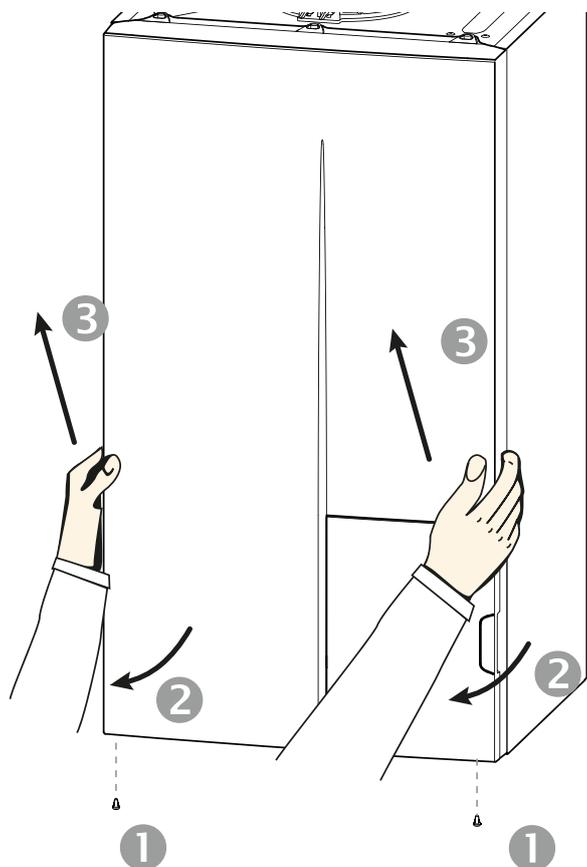

fig. 31 - Dépose de la façade
- Déposer la façade (fig. 31, page 47).